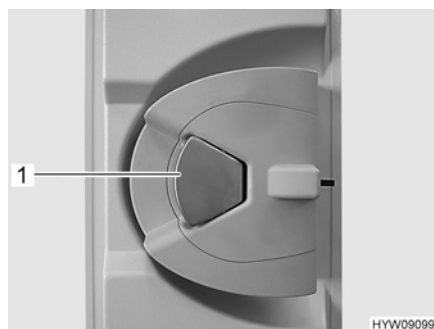

Fig. 18 Serrure de la porte (porte cellule, à l'intérieur)
- Quand la serrure de la porte est verrouillée : Tirer une fois sur la poignée de la porte (Fig. 18,1). La porte est déverrouillée.
- Tirer sur la poignée de la porte (Fig. 18,1). La porte est ouverte.
- Appuyer sur la poignée de la porte (Fig. 18,1).